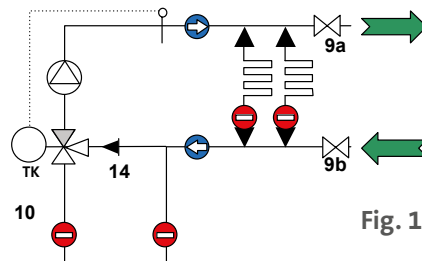
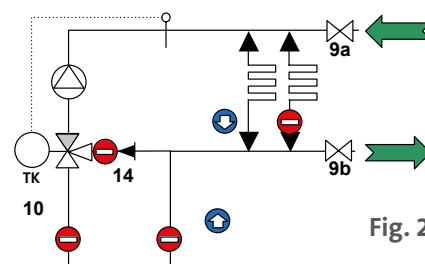

Fig. 1
Fig. 2
le tuyau de vidange à la conduite d'alimentation (9a) (Fig. 1). Ouvrez les robinets (9a et 9b) et remplissez le distributeur et la station directrice jusqu'à ce que l'eau sorte de la conduite d'alimentation (9a). Refermez ensuite les deux robinets. En cas de températures froides de l'eau, l'élément de la sonde de la tête thermostatique (10) doit être retirée de l'enveloppe immergée ou on utilisera une vanne manuelle de protection au lieu de la tête thermostatique, de sorte que l'écoulement se fasse par le robinet à trois voies. Pour le remplissage et le rinçage des dispositifs de chauffage séparés, raccordez le tuyau de remplissage au tube d'alimentation (9a) et le tuyau de vidange au retour (9b) (Fig. 2). Ouvrez le dispositif de chauffage à rincer et les robinets (9a et 9b). Rincez le dispositif de chauffage dans la direction du courant jusqu'à ce que l'air et les éventuelles particules de saleté disparaissent entièrement du dispositif. La protection de retour de courant (14) dans le mélangeur évite le court-circuit pendant le rinçage.